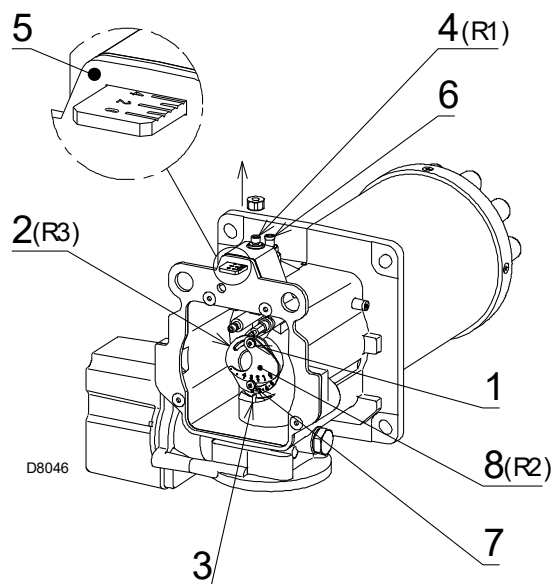

Fig. 19
- Ruotare la vite 4)(Fig. 19) fino a far collimare la tacca trovata con il piano anteriore 5) della flangia.
Per facilitare la regolazione, allentare la vite 6)(Fig. 19), regolare e poi bloccare.
- Ruotare il parzializzatore 8)(Fig. 19) fino a far collimare la tacca trovata con la vite 1).
- Allentare le viti 1) e 7)(Fig. 19) e ruotare la ghiera 2) fino a far collimare la tacca trovata con l'indice 3).